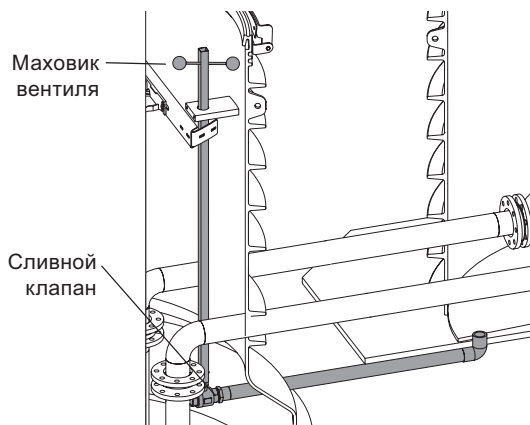

Рис. 34. Сливной клапан
1. Откройте сливной клапан камеры переключений при помощи маховика, расположенного в канализационной станции, для опорожнения отстойника камеры переключений (см. рис. 34).
7. Закройте сливной клапан в канализационном резервуаре (см. рис. 34).